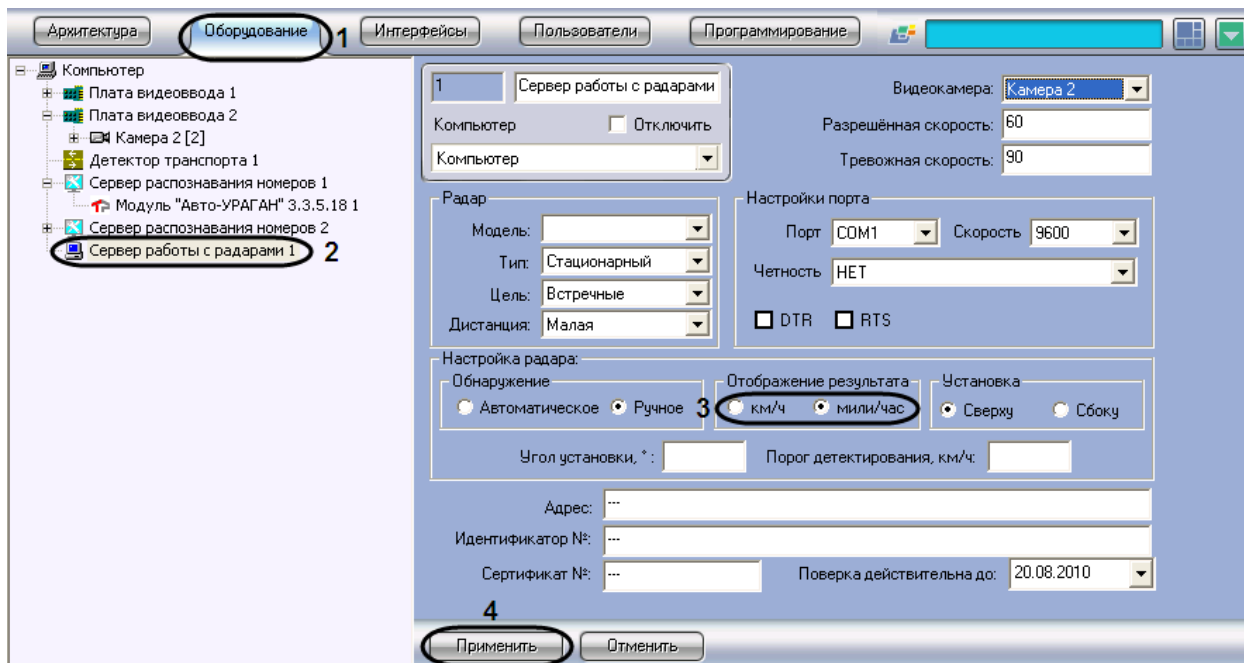

Рис. 7.3—10. Настройка вывода данных о скорости движения транспортного средства
1. В диалоговом окне «Настройка системы» перейти на вкладку «Оборудование» (см. Рис. 7.3—10, 1).
2. В дереве объектов на вкладке «Оборудование» выбрать объект «Сервер работы с радарными», соответствующий настраиваемому программному модулю «Радар» (см. Рис. 7.3—10, 2). В правой части вкладки «Оборудование» отобразится панель настройки выбранного объекта.
3. В панели «Отображение» выбрать единицу измерения, с которой данные о скорости движения транспортного средства передаются в программный комплекс «Авто-Интеллект» (см. Рис. 7.3—10, 3).
4. Нажать кнопку «Применить» (см. Рис. 7.3—10, 4).